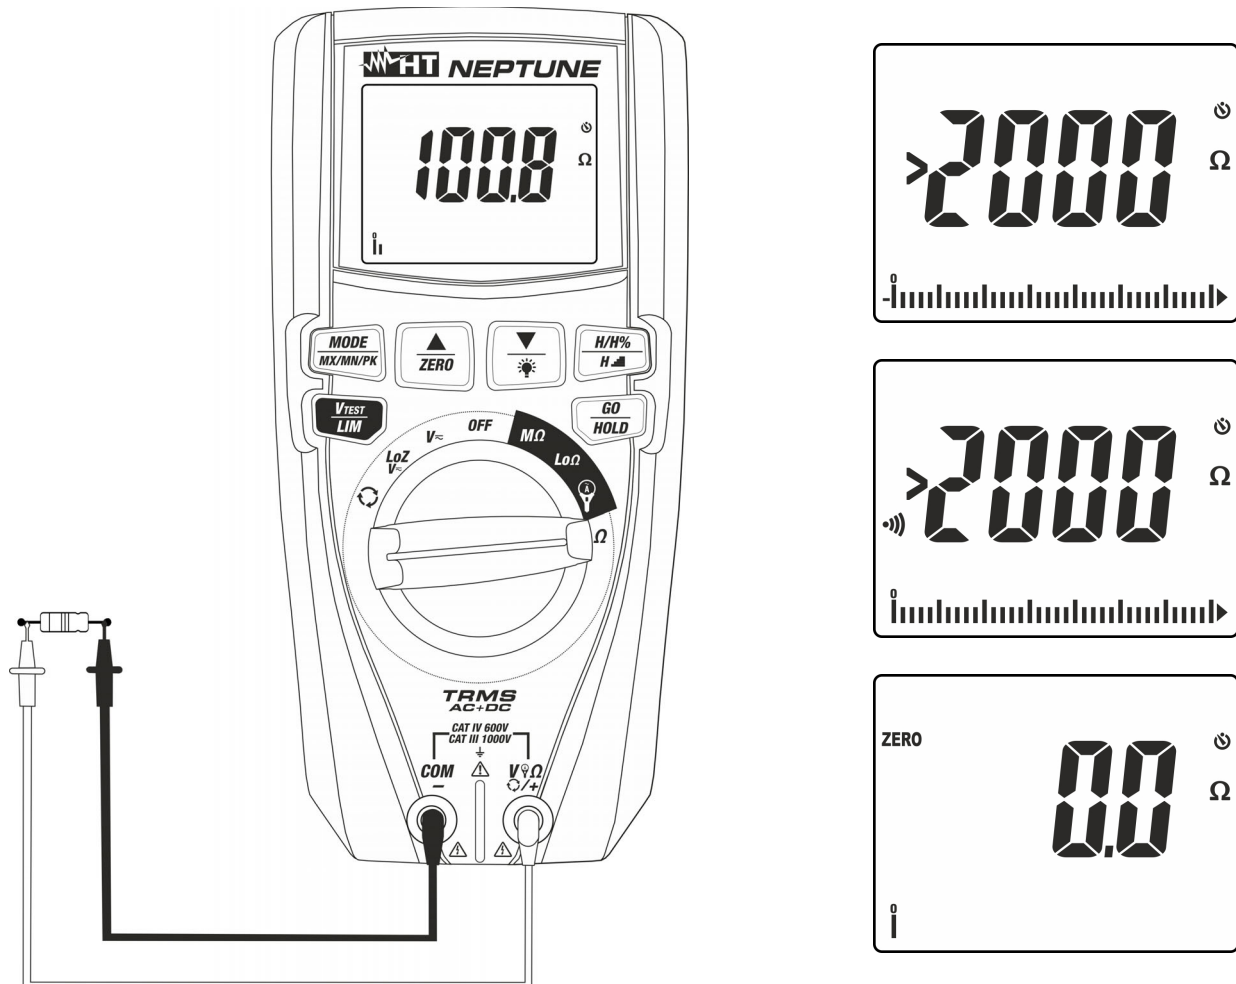

Fig. 9: Utilisation de l'instrument pour mesure de résistance et test de continuité
4. Positionner les embouts sur les points désirés du circuit sous test (voir Fig. 9). La valeur de résistance est visualisée à l'écran.
5. Si le message affiché à l'écran est « >2000 $\Omega$  » (voir Fig. 9), cela indique qu'on a atteint le fond d'échelle de l'instrument